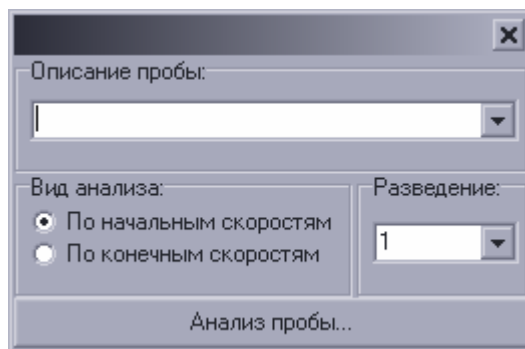

Рис.10 Внешний вид диалогового окна «Описание пробы».
- В появившемся диалоговом окне «Проба №...», рис.10, укажите название пробы, степень разведения и выбрать тип анализа. Анализ «по начальным скоростям» проводится по достижению максимума первой производной сигнала. В режиме «по конечным скоростям» результат достигается по максимальному изменению сигнала.